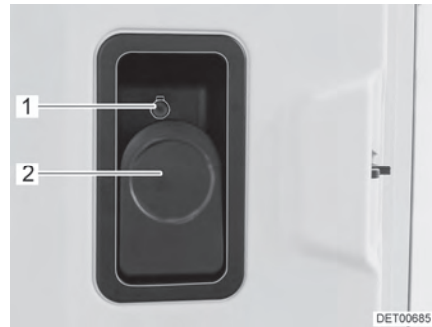

Bild 32 Türschloss (Eingangstür innen)
- Öffnen:** ■ Hebel (Bild 32,2) ziehen.
- Verriegeln:** ■ Sicherungsknopf (Bild 32,1) hineindrücken.